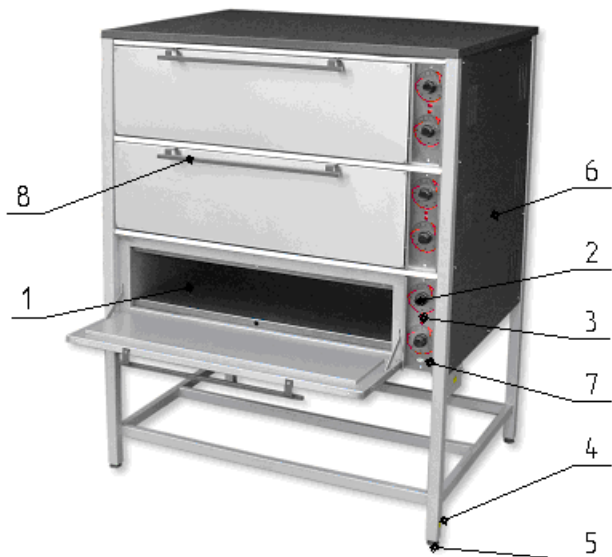

Рисунок 1. Загальний вигляд шафи пекарської:
6.4 Встановити ручку 8 (рис.1.)і регулюючі опори 5, які знаходяться в середині камери, на шафу пекарську та вирівняти її положення відносно підлоги за допомогою регулюючих опор 5.
6.7 При роботі шафи пекарської ручку датчика-реле температури 2 (рис.1) встановити в положення, що відповідає вимогам технології приготування їжі.